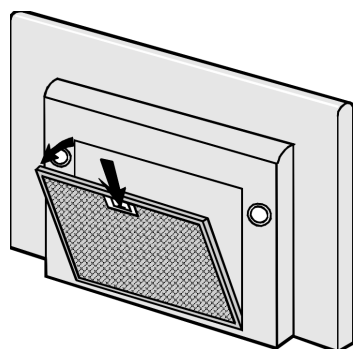

fig.1
2. Poussez l'arrêt vers l'intérieur de la hotte et tirez le filtre métallique vers le bas (fig.1).